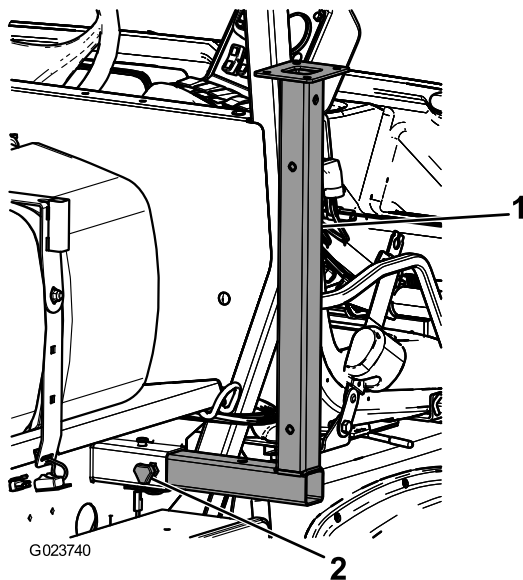

Bild 47
1. Setzen Sie die vorderen Stützbocke umgedreht in den Rahmen in der Nähe der vorderen Vergurtungsstellen ein (Bild 47).